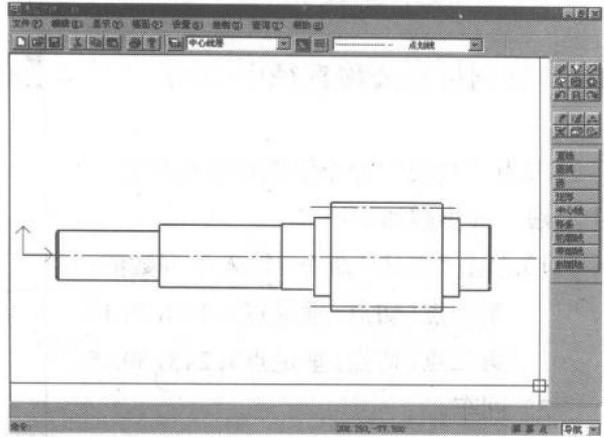

图 1-16 镜像另一半对象
- 其结果如图 1-16 所示。
- 1) 选择对象（选择图 1-16 中的中心线）；